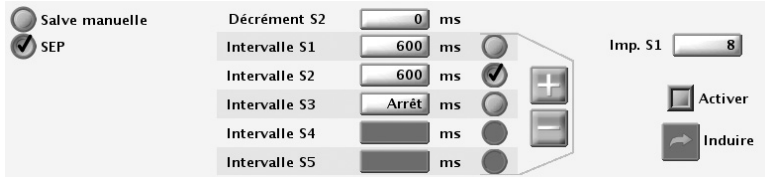

Figure 5-3. Options d'induction par SEP
3. Sélectionner la valeur souhaitée pour les intervalles S1 à S5 (Figure 5-3 Options d'induction par SEP en page 5-4). Il est possible soit de sélectionner la case de valeur de l'intervalle S souhaité et de choisir la valeur dans la case, soit d'utiliser les symboles plus et moins pour modifier la valeur visible dans la case de valeur.